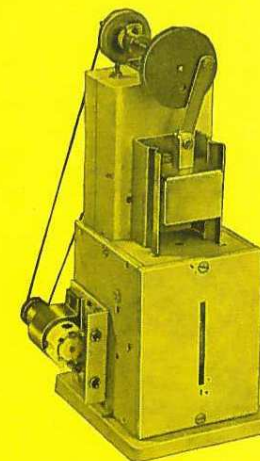

Bild 21
- 4.3. Wähle die Bauteile 1, 3, 4, 5, 6 und 8 aus und montiere das Maschinengestell nach Bild 21!